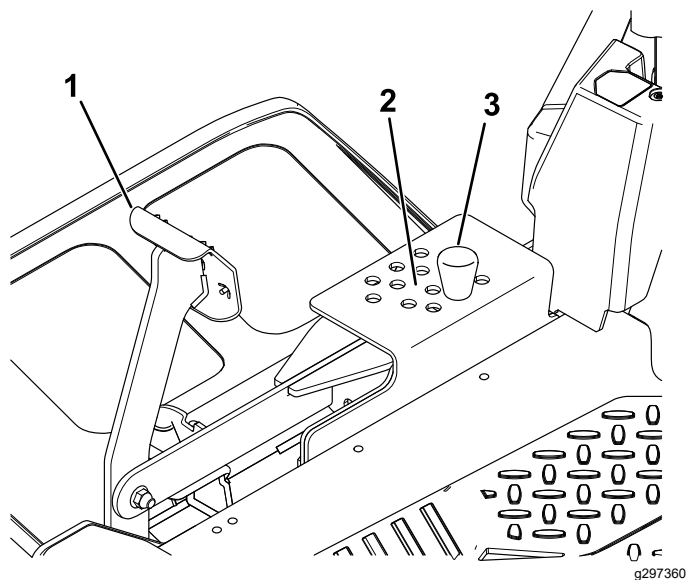

Figura 28
2. Para ajustar la altura de corte, retire el pasador del soporte de altura de corte (Figura 28).
3. Seleccione el taladro del sistema de altura de corte que corresponde a la altura de corte deseada, e inserte el pasador (Figura 28).